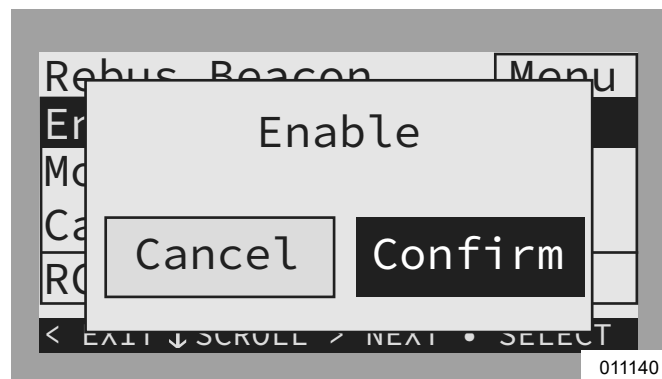

Figure 6-20. Activer l'horaire TOU (2 de 2)
3. Voir Figure 6-20. Utiliser la flèche droite pour sélectionner Confirm (Confirmer) et appuyer sur la touche centrale.